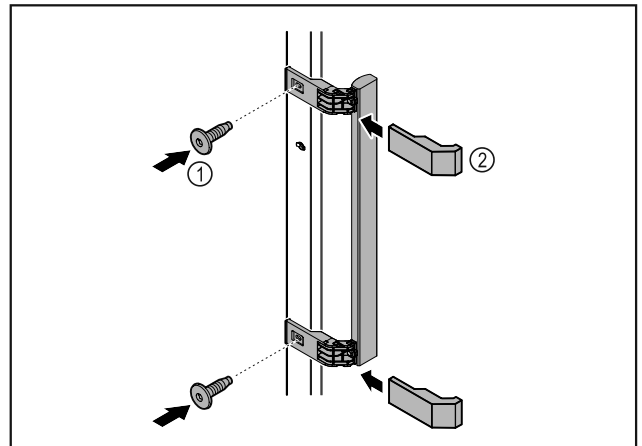

Fig. 8
- ▶ Plasser håndtaket som fulgte med, på døren med de vedlagte skruene Fig. 8 (1).
- ▶ Sett på dekslet Fig. 8 (2).